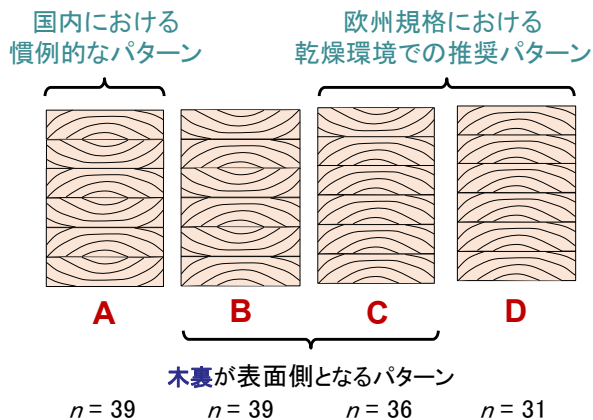

図1 ラミナの貼り合わせパターン
- カラマツ集成材（6層、幅105 mm×厚さ180 mm、長さ400 mm、強度等級E95-F270相当）を計145体製作しました。ラミナはできるだけ節を含まないように採取し、複数の条件で乾燥させ（含水率8.2~12.8%）ました。ラミナの貼り合わせパターンは4条件としました（図1）。
- その結果、「幅面の割れ」「接着層付近の割れ」は、木裏が表面側となり木裏同士の接着面がない、貼り合わせパターン（図1, C）とすることで、「厚さ面の割れ」は、心持ちラミナを使用しないことで抑えられることがわかりました。